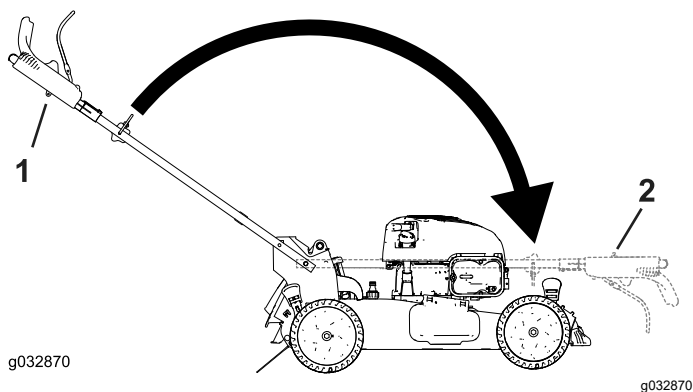

Figure 21
2. Repliez le guidon en le faisant pivoter en avant (Figure 21).